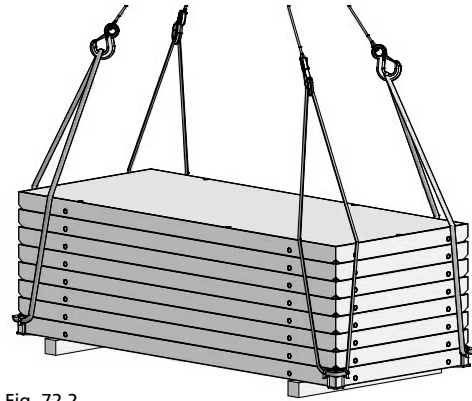

Fig. 72.2
1. La pila de paneles deberá estar colocada sobre maderas escuadradas de 10 cm (Fig. 72.2).